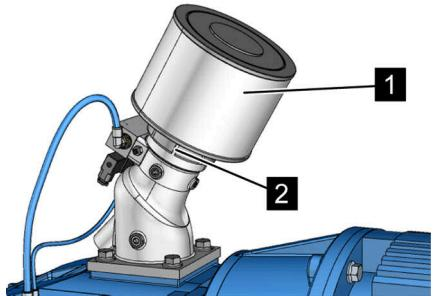

Рис. 45: Отсоединение хомутика приемного фильтра
4. Отсоедините хомутик приемного фильтра (Рис. 45/2).
5. Извлеките старый приемный фильтр (Рис. 45/1).
6. Установите новый приемный фильтр (Рис. 45/1).
7. Затяните хомутик приемного фильтра (Рис. 45/2). *↗ Приложение В «Моменты затяжки винтов» на странице 133*